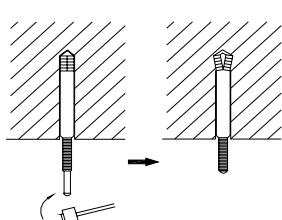

Fig. 7
- (2). Insérez les boulons de fixation dans les trous percés, et enfoncez les tiges complètement dans les boulons de fixation avec un marteau. (Fig. 7)